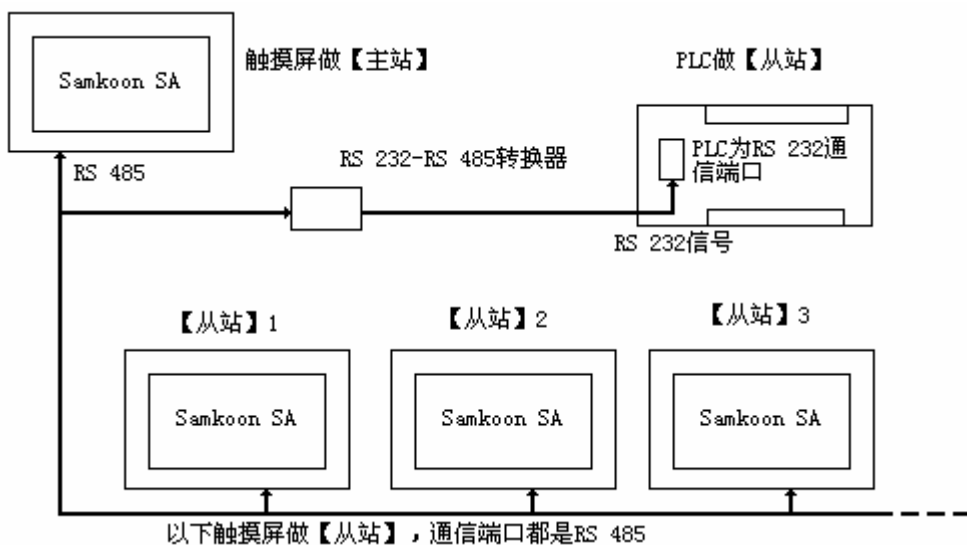

图 9-5 PLC(RS232)做【从站】的“一机多屏”连接示意图
1. 连接 PLC 的通信口为 RS 232，连接方式和做【主机】的系统设置如下图 9-5，图 9-6，图 9-7 所示：